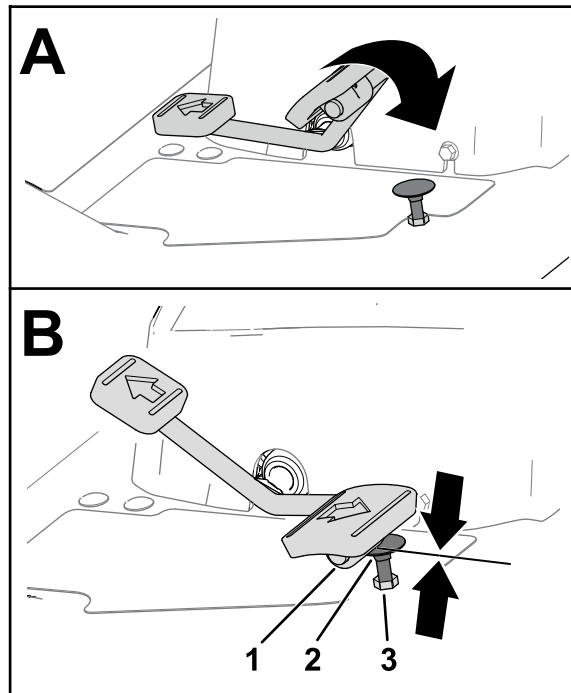
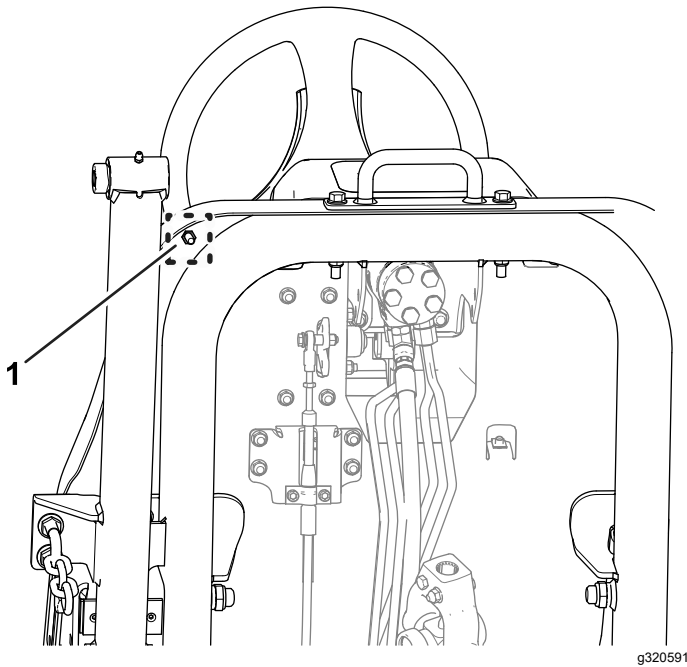

図 76
図 77
1. 走行ペダルを前進一杯に押し込む 図 76。
- A. レンチでペダルストップを押さえる 図 76。
- B. フットレストプレートの底部についているジャムナットをゆるめる 図 77。
- C. 走行ペダルを前進一杯にする 図 76。
- D. ペダルストップを押さえておいて、フットレストプレートの上側にあるジャムナット 図 76 を調整して走行ペダルをストップに接触させる。
- F. ペダルストップを押さえた状態でフットレストプレート底部のジャムナット 図 76 と 図 77 を 37-45 N·m 3.7-4.6 kg·m = 27-33 ft·lb にトルク締めする。